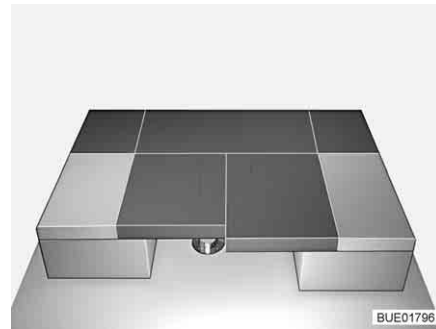

Bild 102 Nach dem Umbau
- Die beiden Sitzpolster zwischen die Rückenpolster drücken (siehe Bild 102).